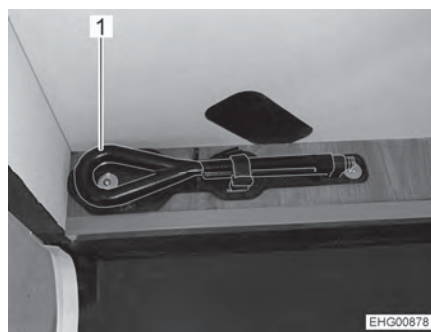

Fig. 1 Argolla de remolque
- ▷ Las instrucciones de uso del vehículo básico Ford describe que la argolla de remolque se encuentra debajo del asiento del acompañante. En la autocaravana, sin embargo, la argolla de remolque (Fig. 1,1) está alojada en un soporte en el descansillo del garaje trasero.